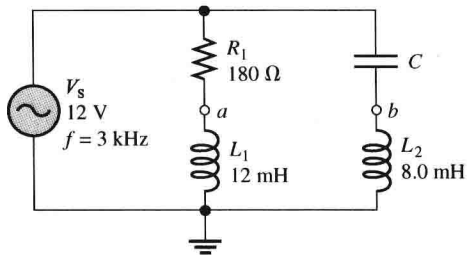

图 13-75
32. 确定图 13-75 中是否存在一个 C 值使得 $V_{ab} = 0\text{V}$ ，如果不存在，请给出解释。
33. 在图 13-75 中如果 C 的值为 $0.22\mu\text{F}$, 试问流过每条支路的电流有多大? 总电流是多少?